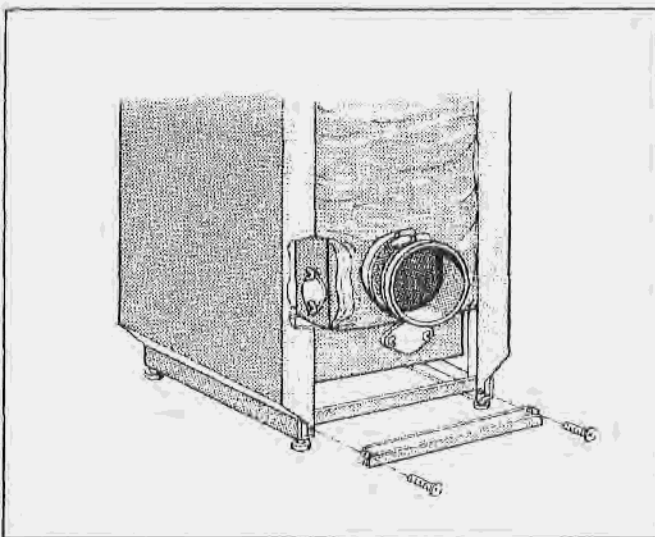

Fig. 26
- Visser la traverse inférieure avant à gauche et à droite dans l'arête des parois latérales à l'aide de vis parker (fig. 26).
Veiller à l'orifice de nettoyage du collecteur de fumées (fig. 26).